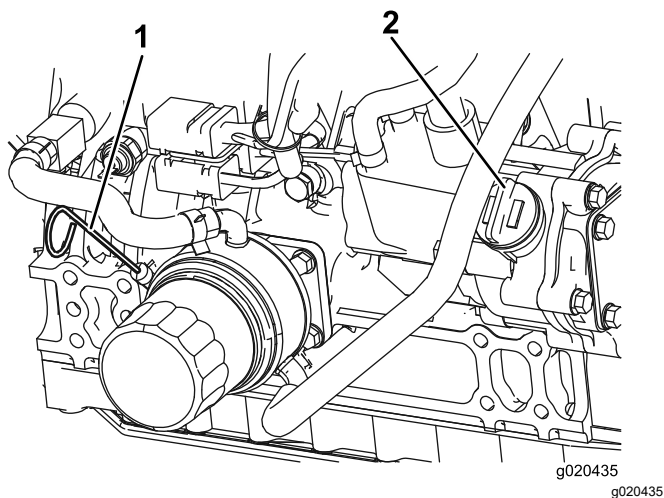

Figure 78
Le niveau d'huile doit se situer dans la plage de sécurité (Figure 78).
4. Si le niveau d'huile ne se situe pas dans la plage de sécurité, enlevez le bouchon de remplissage (Figure 78) et faites l'appoint jusqu'à ce que le niveau correct soit atteint.